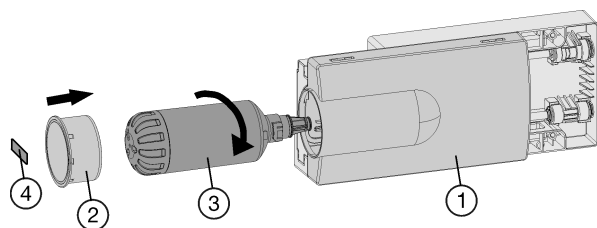

Fig. 8
- ▶ Mettre en place le filtre à eau *Fig. 8 (3)* à l'eau puis le tourner d'env. 100° vers la droite jusqu'à la butée.
- ▶ Insérer le tiroir *Fig. 8 (1)*.
- ▶ Poser le couvercle du filtre *Fig. 8 (2)*.
- ▶ Inscrire la date du dernier remplacement sur l'autocollant *Fig. 8 (4)* fourni puis le coller sur le module.